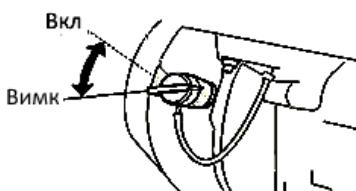

Рисунок 14
- Поверніть вимикач запалення у положення "On" (рисунок 14);